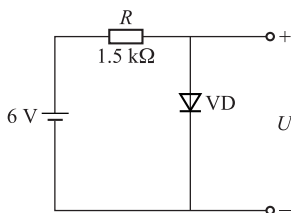

图 1-17 第 3 题图
3. 如图 1-17 所示电路,VD 为理想二极管。判断二极管是导通还是截止,并求出输出电压。